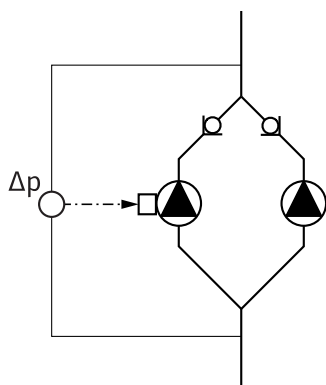

Fig. 13: Esempio, attacco trasduttore differenza di pressione
- Nell'esempio nella fig. 13, la pompa master è quella a sinistra nella direzione del flusso. Collegare a questa pompa il trasduttore differenza di pressione.
I punti di misura del trasduttore differenza di pressione della pompa master devono trovarsi nel rispettivo collettore sul lato aspirazione e mandata dell'impianto a due pompe (fig. 13).